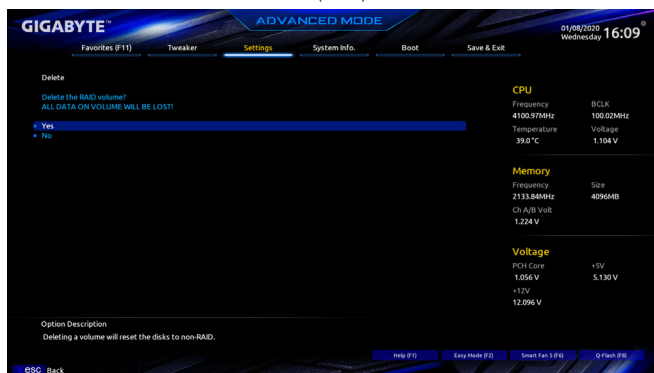

图12
若要清除已建立的磁盘阵列，请至「Intel(R) Rapid Storage Technology」画面，在想清除的磁盘阵列上按<Enter>进入「RAID VOLUME INFO」画面。接着在「Delete」选项上按<Enter>键进入删除画面。想删除磁盘阵列，请在「Yes」项目按<Enter>键(图12)。